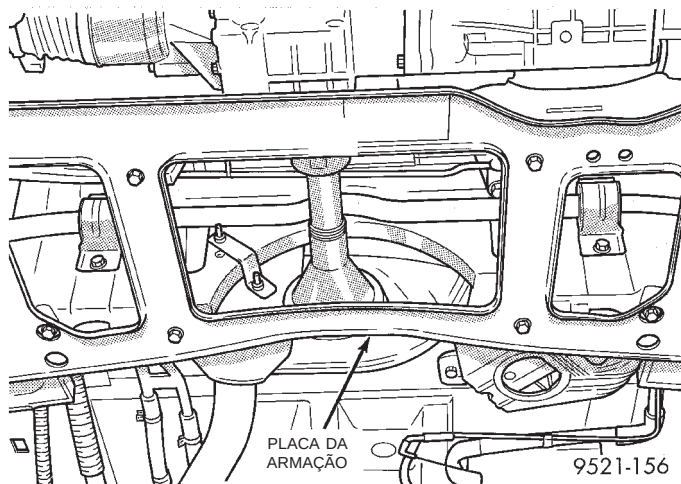

Fig. 8 Placa da Armação
- (5) Suspenda a árvore de transmissão na parte de baixo da carroceria do veículo.
- (6) Remova a placa da armação (Fig. 8).